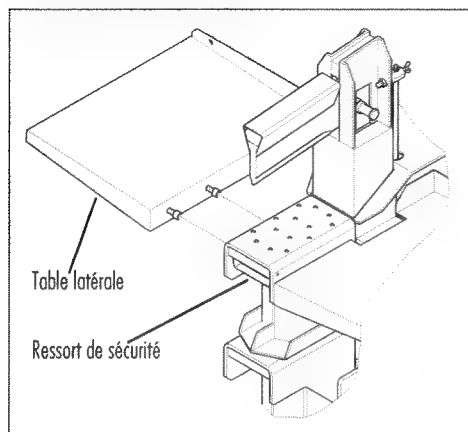

Figure 8 - Montage tables latérales
1. Pousser le ressort de sécurité en arrière, vers le socle du support d'appui (voir Figure 8 - Montage tables latérales).